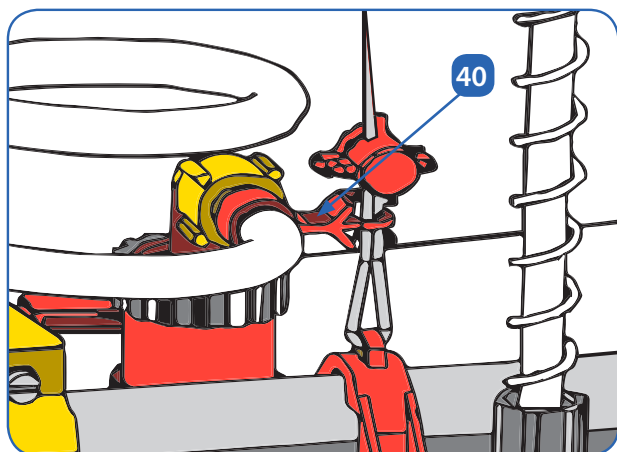

Fig. 40. Colocación de la abrazadera desde la manguera de agua a la cuerda de elevación.
- Para ayudar a la elevación de la manguera, y para evitar que la manguera pueda girar, colocamos la abrazadera de sujeción **40** desde la manguera a la cuerda de elevación (**Fig.40**).